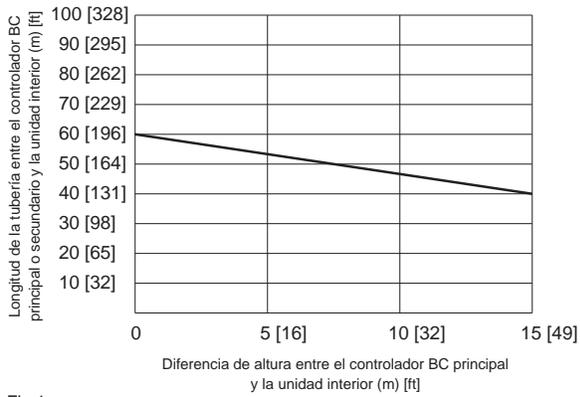

Fig.1
- *3 Cuando la longitud de la tubería o la diferencia de altura excede la restricción especificada en la Fig. 1, conecte un controlador BC secundario al sistema. La restricción de un sistema con un controlador BC secundario se muestra en la Fig. 2. Cuando una configuración de sistema determinada cae dentro del área sombreada en la Fig. 2, aumente el tamaño de la tubería de alta presión y la tubería de líquido entre el controlador BC principal y el secundario una talla. Cuando se utilizan los modelos de unidades interiores P12, P15, P18, P36 o P48, aumente el tamaño de la tubería de líquido bifurcada entre el controlador BC secundario y la unidad interior una talla. Cuando utilice el modelo P54 o un modelo de unidad interior más grande, no puede superar la restricción que se muestra en la Fig. 1.
*2 Consulte la Fig. 1. (Sin embargo, cuando están conectados los modelos de unidad interior P72 o P96, la distancia máxima permitida entre el controlador BC y la unidad interior más alejada es de 40 m.)
*3 Cuando la longitud de la tubería o la diferencia de altura excede la restricción especificada en la Fig. 1, conecte un controlador BC secundario al sistema. La restricción de un sistema con un controlador BC secundario se muestra en la Fig. 2. Cuando una configuración de sistema determinada cae dentro del área sombreada en la Fig. 2, aumente el tamaño de la tubería de alta presión y la tubería de líquido entre el controlador BC principal y el secundario una talla. Cuando se utilizan los modelos de unidades interiores P12, P15, P18, P36 o P48, aumente el tamaño de la tubería de líquido bifurcada entre el controlador BC secundario y la unidad interior una talla. Cuando utilice el modelo P54 o un modelo de unidad interior más grande, no puede superar la restricción que se muestra en la Fig. 1.